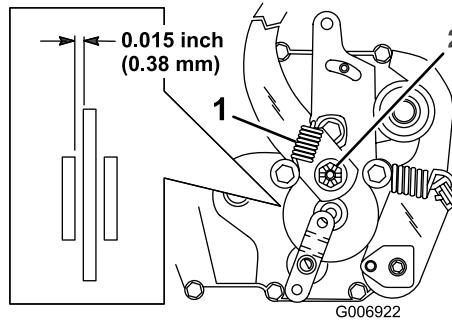

Figura 32
El freno de estacionamiento está la parte derecha del eje trasero, dentro de la rueda trasera.(Figura 32). Si el freno de estacionamiento no inmoviliza la máquina, ajústelo.
2. Retire el muelle del brazo del freno (Figura 32).
3. Retire el pasador que fija la tuerca de ajuste del freno y afloje un poco la tuerca (Figura 32).
4. Inserte una galga de 0,38 mm entre el disco de freno y la pinza de freno (Figura 32).